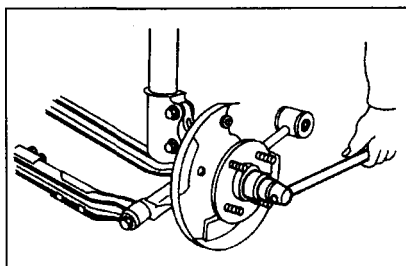

Рис. 7-35.
2. Снимите стопорную гайку колесного подшипника (рис. 7-35).